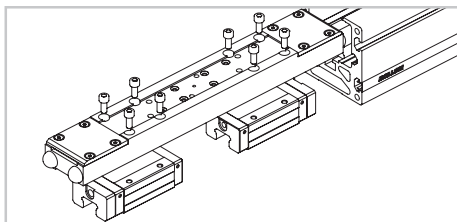

Fig. 16
- 18) Faire sortir le chariot pour avoir accès aux deux patins coulissants (Fig.16). Retirer le patin à remplacer. Puis remonter les éléments en effectuant les mêmes opérations en sens inverse, en prêtant une attention particulière à l'alignement du chariot.